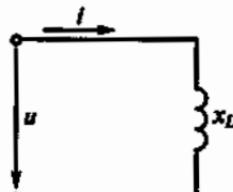

Рис. 66
3.3. Напряжение на зажимах цепи с индуктивным сопротивлением x_L (рис. 66) изменяется по закону $u = 220\sin(314t + \pi/4)$. Каков закон изменения тока в цепи, если $x_L = 50 \Omega$?